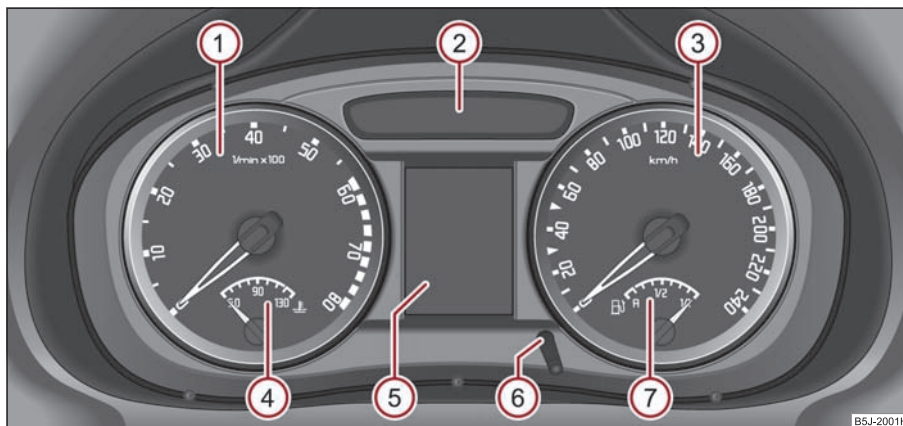

Fig. 18 Tabloul de instrumente
Începutul zonei roșii a tuometrului ① ⇒ fig. 18 reprezintă pentru toate treptele de viteză turația maximă admisă a motorului în regim normal de funcționare. Înainte de atingerea acestei zone, selectați următoarea treaptă de viteză superioară, resp., la cutiile de viteze automate, selectați poziția **D**.
Indicatorul temperaturii lichidului de răcire ④ ⇒ pagina 16, fig. 18 funcționează numai când contactul motor este pus.
Indicatorul rezervei de carburant ⑦ ⇒ pagina 16, fig. 18 funcționează numai când contactul motor este pus.
Prin apăsarea scurtă pe butonul de resetare ⑥ ⇒ pagina 16, fig. 18 puteți comuta între contorul km. parcurși zilnic și contorul km. parcurși în total. Pentru a recunoaște care din cele două contoare este afișat pe display, în contorul zilnic apare **trip** peste valoarea distanței parcurse ⇒ fig. 19.
Pentru reglarea orei se găsește în partea stângă, lângă vitezometru, un buton de reglare ⇒ pagina 16, fig. 18.